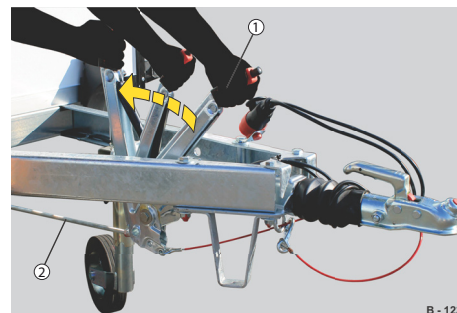

Abb. 93 Feststellbremse anziehen
- ▶ Handbremshebel (Abb. 93/1) soweit wie möglich hochziehen, dass die Bremse (Abb. 93/2) vollständig anzieht.